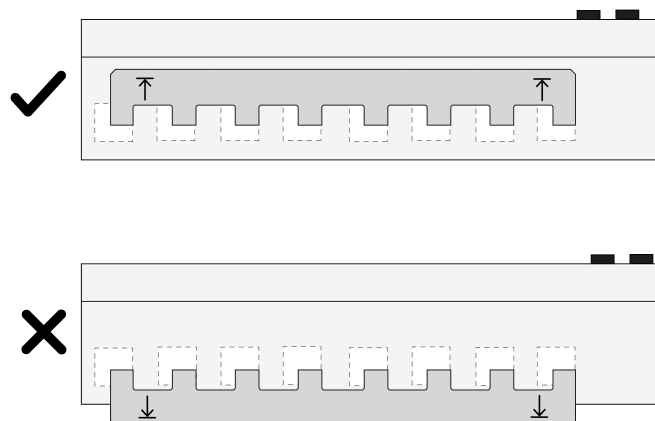

Figura 6: Instalación del carril de fase
- Alinee el carril de fase mediante las flechas impresas e insértelo en los bornes de conexión (véase figura 6).